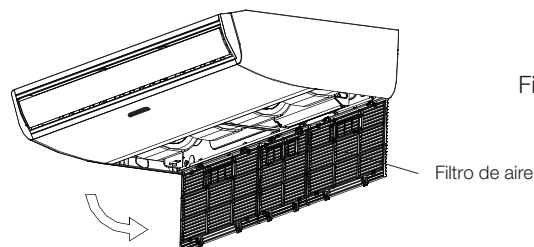

Fig.6-2
- Retirar el filtro de aire. (Véase Fig. 6-2)
- Reinstalar el filtro de aire en orden inverso a la Fig. 6-2.